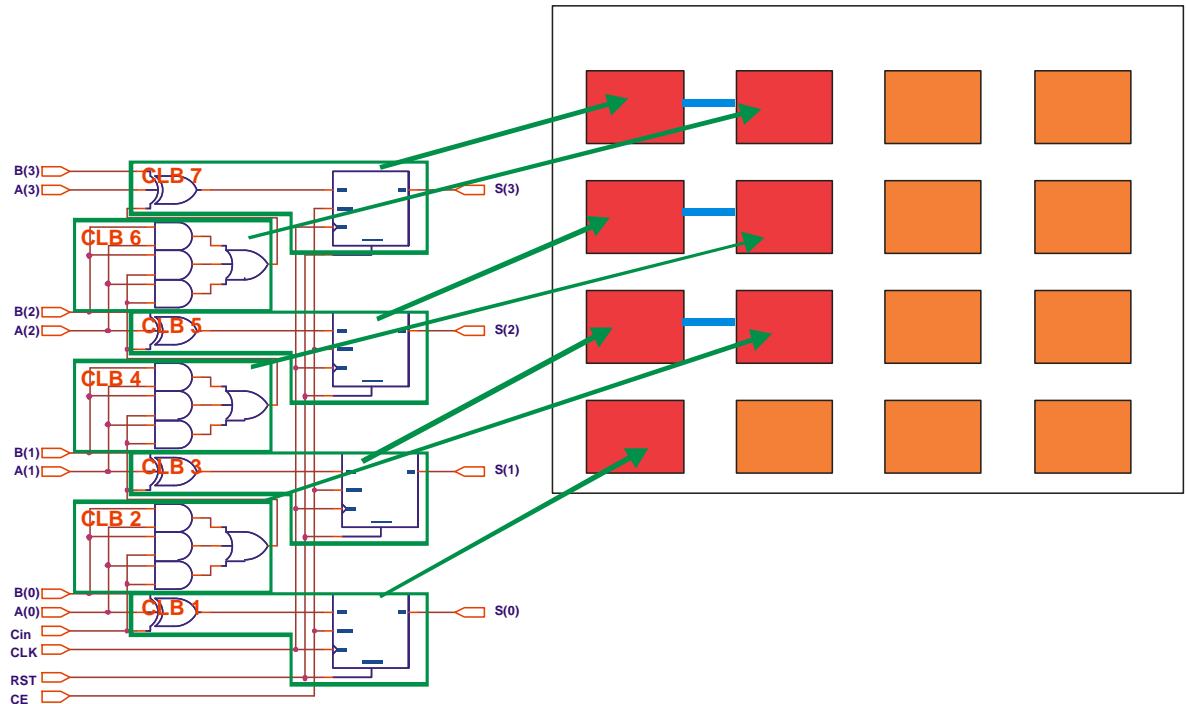

Figura 5.- Emplazamiento y ruteado
- *Place & Route*: este proceso toma como punto de partida el fichero mapeado NCD emplazándolo y conectándolo físicamente dentro de la FPGA. El resultado de este proceso genera un fichero NCD que se utiliza para la generación del fichero de configuración (*bitstream*). Finalmente la Figura 5 muestra un ejemplo de emplazamiento y ruteado dentro de una FPGA.